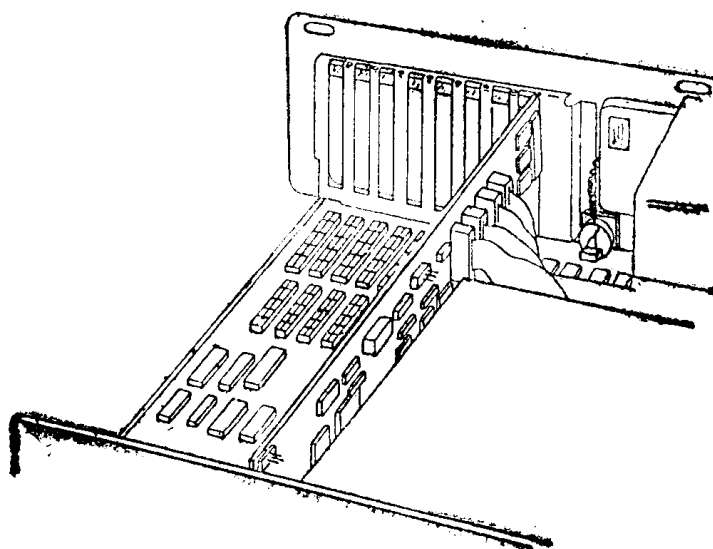

图 3.2-5
4. 重复第2和第3步直到在扩充槽1至6内的适配器全被取出。(见图3.2-5)